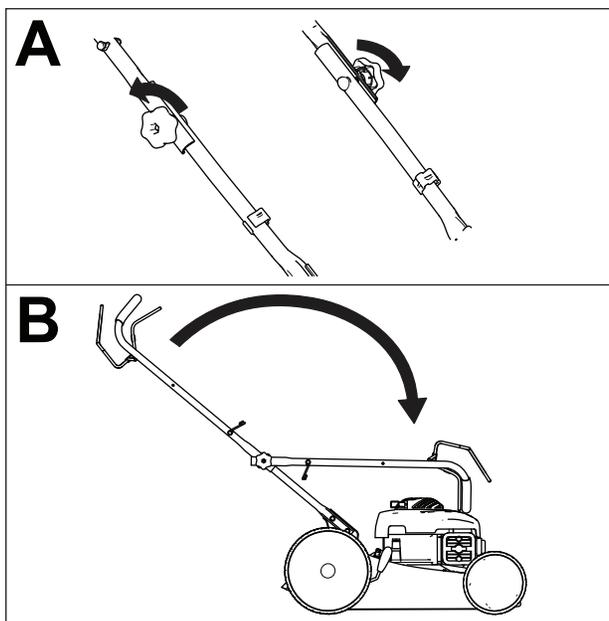

Bild 20
1. Lösen Sie die zwei Holmhandräder (**Bild 20**).